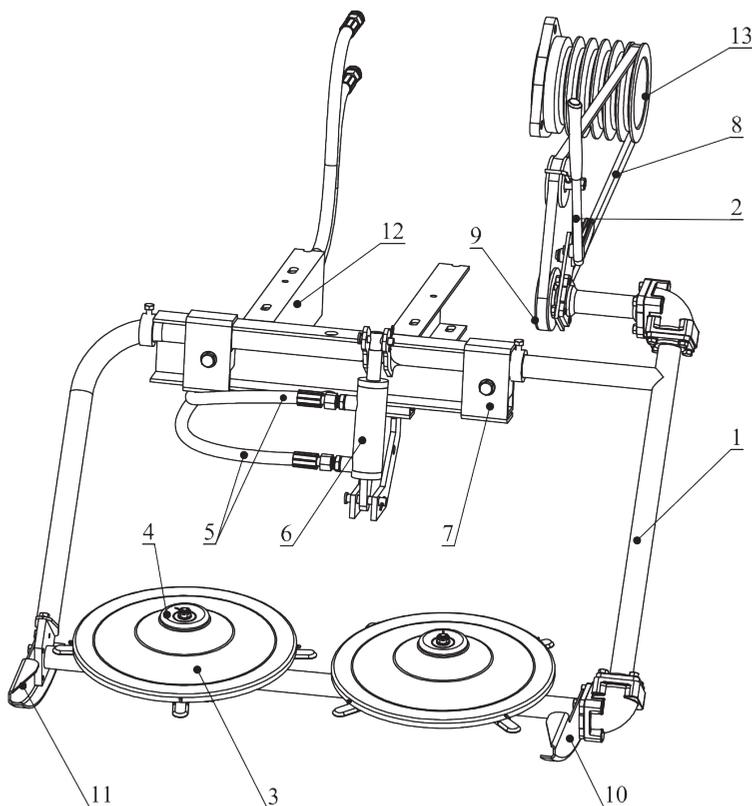

Рисунок 1.
Конструкция фронтальной навесной роторной косилки рассчитана на привод от ременного вала отбора мощности (поз. 13, рис. 1). Устанавливается на переднюю часть мотоблока, или трактора.
Для облегчения эксплуатации механизм косилки оснащен салазками (поз. 10, 11, рис. 1).
1. Установите косилку на раму мини-трактора (поз.12, рис.1) и зафиксируйте с помощью скоб (поз.7, рис.1) болтами М12.
2. Установите устройство натяжения приводного ремня (поз.2, рис.1) и зафиксируйте винтами М8.
3. Установите шкив приводного ремня (поз.9, рис.1) и зафиксируйте шпонкой 5x5x12 и корончатой гайкой М10, для более надежной фиксации зашплинтуйте корончатую гайку шплинтом d1.6x22мм.
9. Соедините раму косилки и раму мини-трактора с помощью гидравлического цилиндра (поз.6, рис. 1). Зафиксируйте гидроцилиндр пальцем $D=12\text{мм}$ (из комплекта мини-трактора) и пальцем $D=10\text{мм}$ из комплекта косилки. Пальцы зашплинтуйте.
11. Протяните гидравлические шланги вдоль рамы мини-трактора (поз.12, рис. 1) и подсоедините к гидравлическому распределителю через штуцера, используя уплотнительные шайбы $D=18\text{мм}$.
12. Установите режущие диски (поз.3, рис. 1) и крышки (поз.4, рис. 1) на косилку и зафиксируйте корончатыми гайками М10. Для более надежной фиксации зашплинтуйте корончатые гайки шплинтами $d1.6 \times 22\text{мм}$.
13. Установите салазки (поз. 11, 10, рис. 1) на косилку и зафиксируйте винтами М8.
- Установите устройство натяжения приводного ремня (поз.2, рис.1) и зафиксируйте винтами М8.
- Установите шкив приводного ремня (поз.9, рис.1) и зафиксируйте шпонкой 5x5x12 и корончатой гайкой М10, для более надежной фиксации зашплинтуйте корончатую гайку шплинтом d1.6x22мм.